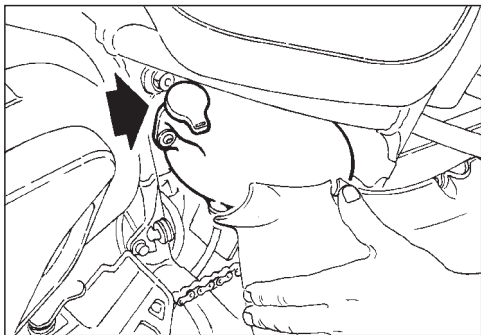
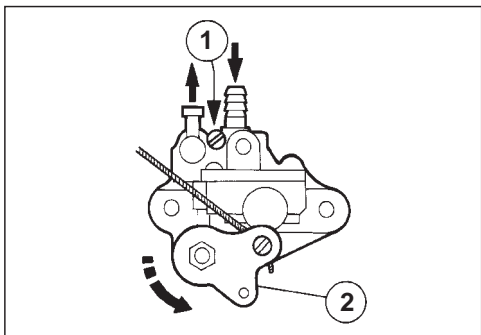

Fig. 13
Fig. 14
- ◆ Rifornire con olio, vedi pag. 44 (TABELLA LUBRIFICANTI) il serbatoio olio miscelatore (Fig. 13).
Il veicolo è dotato di un impianto di lubrificazione separata il quale comprende un serbatoio olio miscelatore (Fig. 13) (1,4 ℓ con riserva di 0,4 ℓ) e una pompa di alimentazione dell'olio (Fig. 14) a portata variabile (varia la sua portata, in funzione del numero di giri del motore e dell'apertura del comando acceleratore). **L'entrata in riserva è visualizzata dall'accensione della spia "olio"**.
- ◆ Svitare la vite di spurgo (1-Fig. 14) ed allo stesso tempo ruotare completamente la leva comando pompa (2-Fig. 14) fino a far defluire l'olio, quindi serrare la vite di spurgo (1).
- ◆ Mantenere ruotata la leva di comando pompa (2-Fig. 14) fino a quando sul tubo di alimentazione del carburatore non saranno scomparse completamente le bolle d'aria.